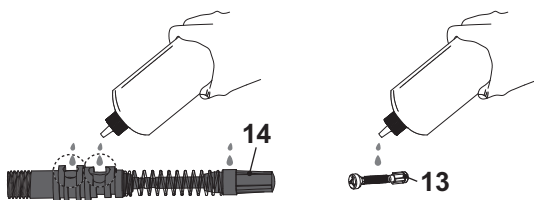

Fig. 12
- > Deixe todas as peças completamente secas, e lubrifique completamente o pistão (14) e a válvula (13) depois com o óleo lubrificante (não fornecido) (Fig. 12).